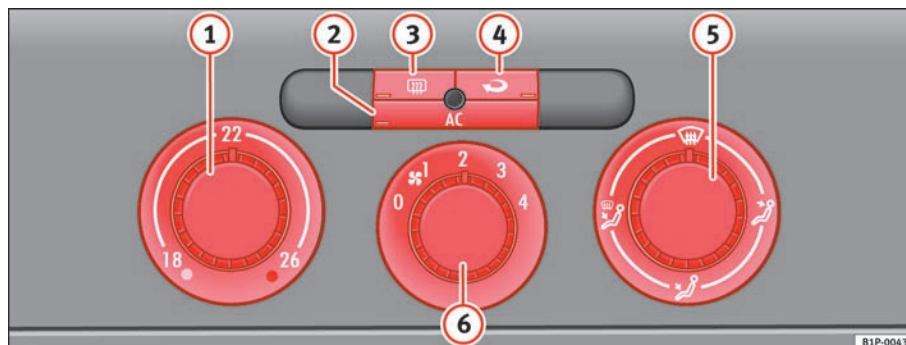

Fig. 107 I instrumentpanelet: betjeningslementer til Climatic
- Drej kontakten til temperaturregulering ⇒ fig. 107 ① til højre, indtil den ønskede varmeydelse er nået.